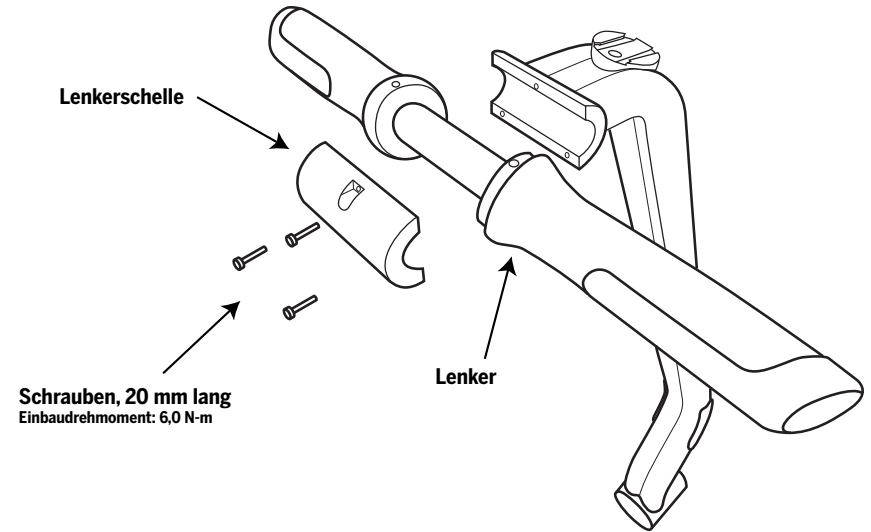

Abbildung 1. Den Lenker aus- oder einbauen
3. Durch Entfernen dieser Schrauben und der Lenkerschelle wird der Lenker vom LeanSteer-Rahmen freigegeben. Siehe Abbildung 1.